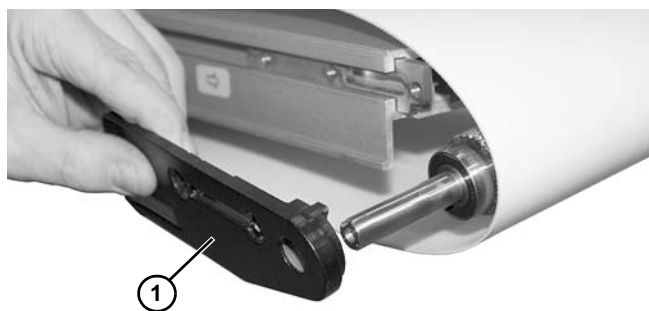

Figura 61
4. Quite la placa del cabezal (Figura 61, artículo 1) del armazón del transportador, manteniendo el husillo en su lugar.